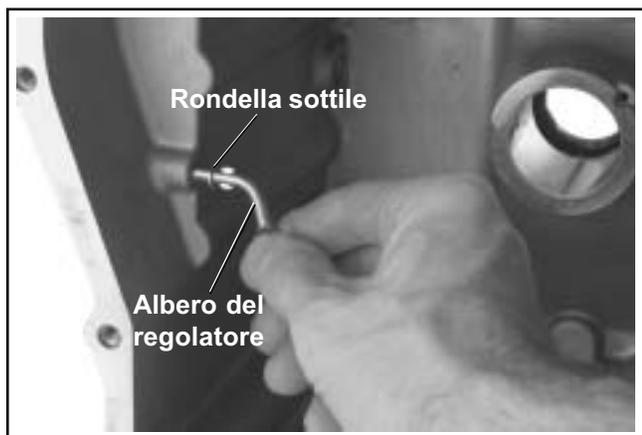

Figura 10-3. Installazione dell'albero trasversale del regolatore.
2. Lubrificare leggermente l'albero con olio ed installarlo dall'interno del carter. Vedere Figura 10-3.